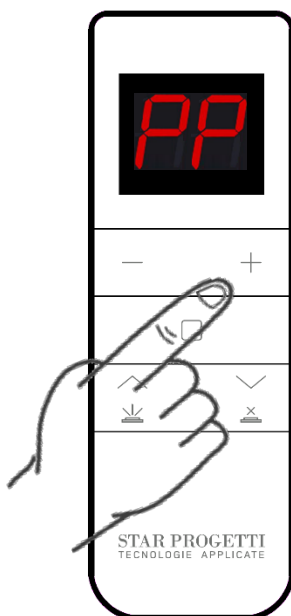

Рис. 19
- при помощи кнопок «+» и «-» выберите канал PP (рис. 19), а затем сразу нажмите кнопку, как показано на рис. 20